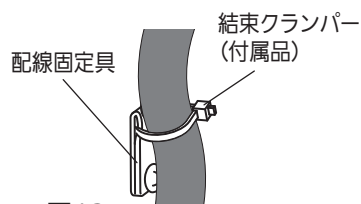

図13
- ⑤ アナログ入出力基板内部の配線固定具に結束クランパー(付属品)を通して、配線を固定してください。(図13参照)